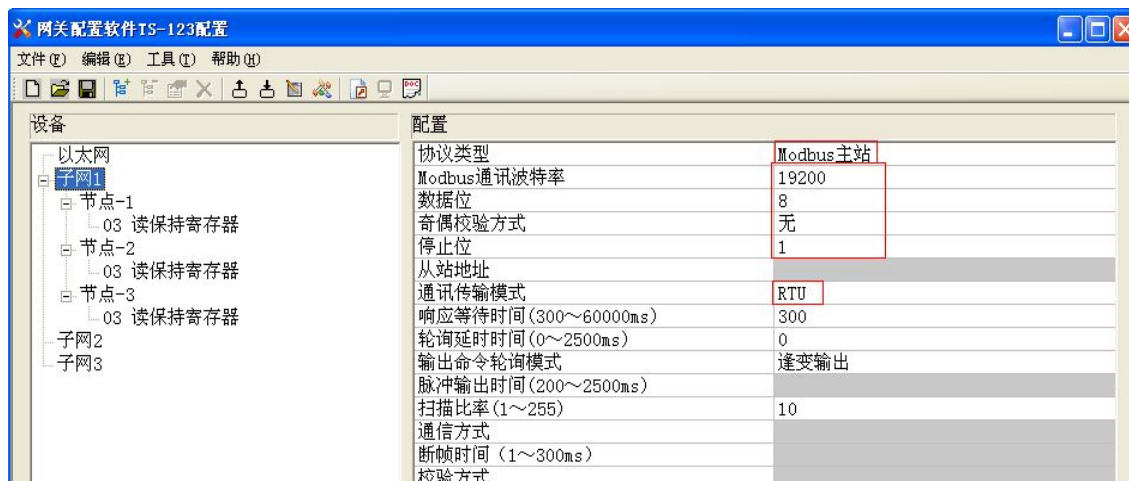

图 3
- 配置串口参数：如下图 3 所示，先在子网 1 处协议类型配置为 Modbus 主站，通讯参数（波特率，数据位，奇偶校验方式，停止位，通讯传输模式）和所接的从站的参数设置相同；